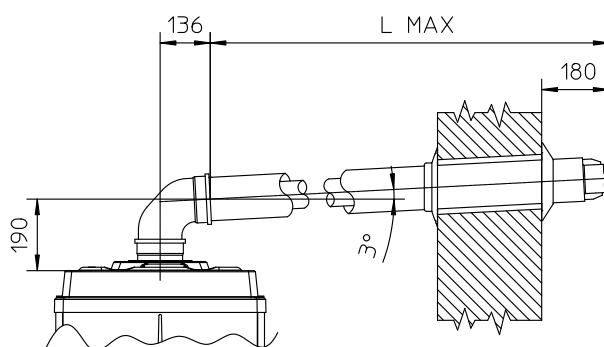

Fig. 1-11
- Lunghezza massima (L MAX) (Fig. 1-11). Il kit con questa configurazione può essere prolungato fino a una *misura max. di 11,0 m per la Victrix PRO 80, di 8,0 m per la Victrix PRO 100 e di 5,0 m per la Victrix PRO 120*, compreso il terminale grigliato e la curva concentrica in uscita dalla caldaia.